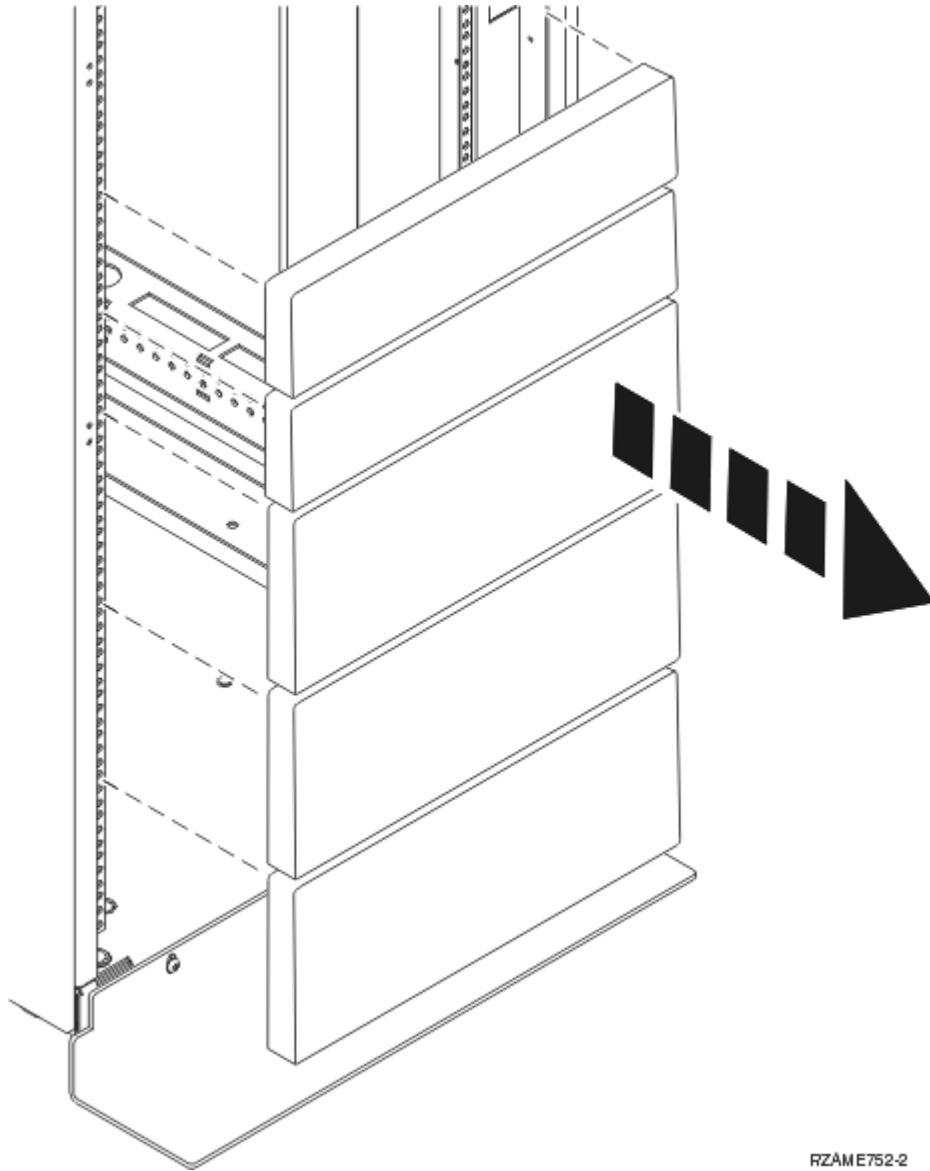

Figura 1. Extracció dels panells de reblliment
3. Si cal, traieu els panells de reblliment per permetre l'accés a l'interior de l'allotjament del bastidor on teniu previst d'instal·lar la unitat, tal com es mostra a la Figura 1 a la pàgina 6.